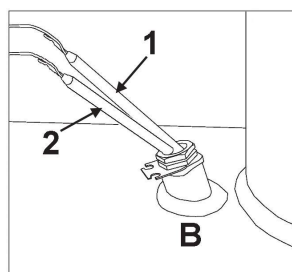

Fig. 18 - Alojamiento B
Poner en el alojamiento "B" (Fig. 18) el bulbo del termostato 1a etapa (1) y el del termostato 2a etapa (2).